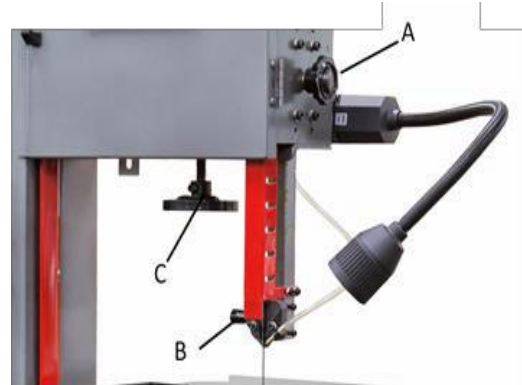

Abb. 7
1. Feststellgriff der oberen Sägeblattführung (A, Abb. 7) lockern und diese mit dem Griff der Sägeblattführung (B, Abb. 7) ganz nach oben heben.
3. Handrad (C, Abb. 7) im Uhrzeigersinn drehen, um das Blatt zu spannen. Handrad gegen den Uhrzeigersinn drehen, um das Blatt zu lockern.